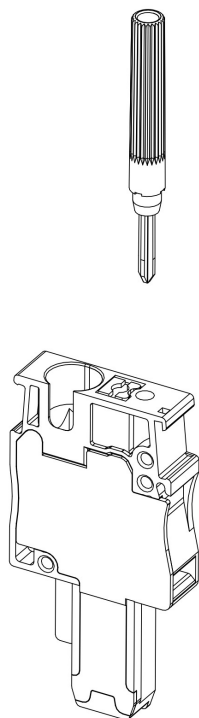
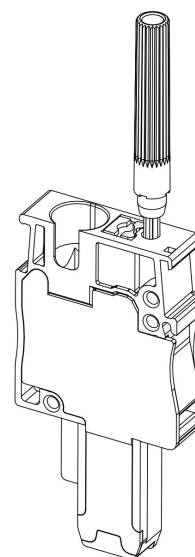

Рисунок 57 – установка тестового щупа в функциональное отверстие штекера сечением 4 мм²
Рисунок 58 – тестовый щуп, установленный в функциональное отверстие штекера сечением 4 мм²
- Для установки тестового щупа вдавите его до упора в специальное функциональное отверстие при его наличии (рис. 57; рис. 58).